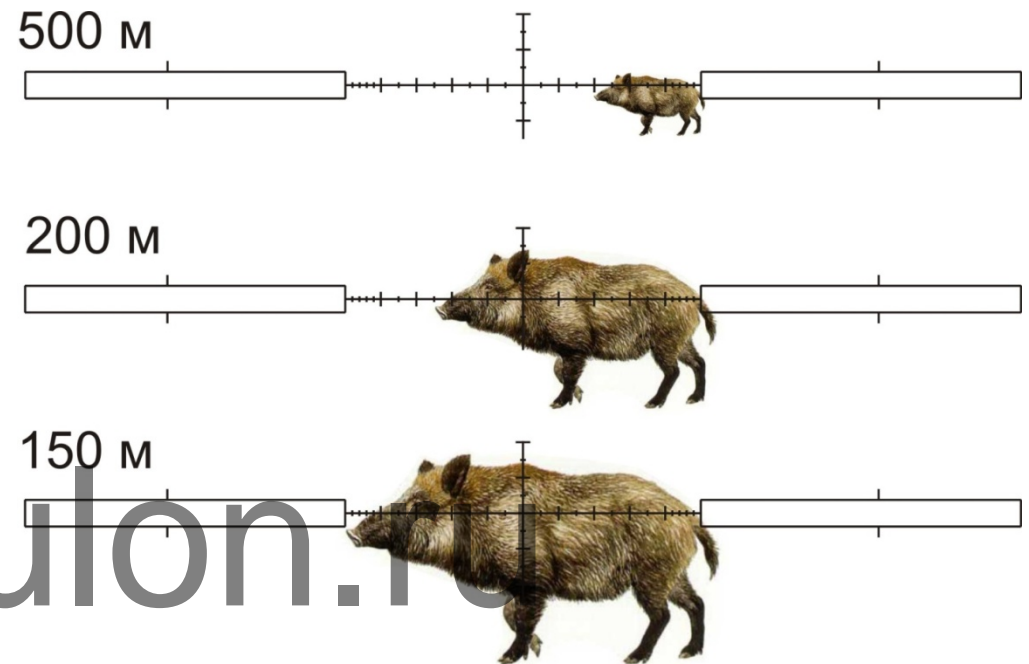

Рисунок 33 – Определение расстояния до цели по сетке «Mil-Dot»
2) Поместите перекрестье прицела так, чтобы одна сторона цели по высоте оказалась на риске «Mil-Dot» (см. рис. 33).